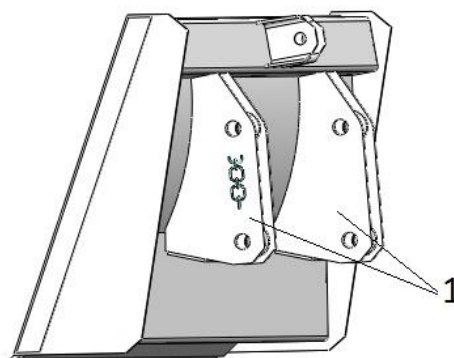

Рис. 3 Отвал
- отвал ПЗ20-3А (рис.3) шириной захвата 1,7м – для планирования площадок, сгребания снега и других работ.
4.3.2. Отвал (рис.3)
Отвалы погрузчика одинаковы по конструктивному устройству и имеют ширину захвата 1,7 м. На задней стенке отвалов приварены кронштейны 1 (рис.3), при помощи которых отвал присоединяется к раме подъема и гидроцилиндрам поворота рабочих органов.